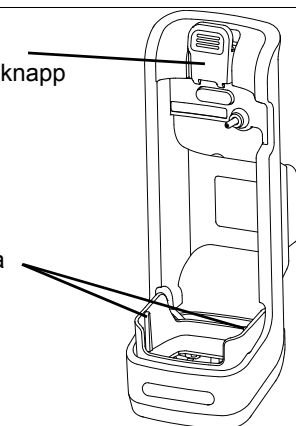
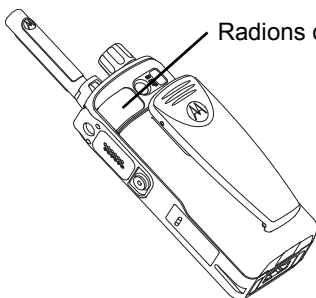

Bild 1. Hållare för fordon.
Bild 2. Handterminalen TETRA.
1. Placera handterminalen TETRA i hållaren genom att justera skårorna på undersidan av handterminalen mot skenorna i hållarens botten, se *Bild 1*. Se till att dammluckan på handterminalen TETRA är öppen (se *Bild 2*) innan du sätter i den i hållaren.
1. Tryck ned hållarens frisläppningsknapp (se *Bild 1*) och lyft upp handterminalen TETRA ur hållaren.